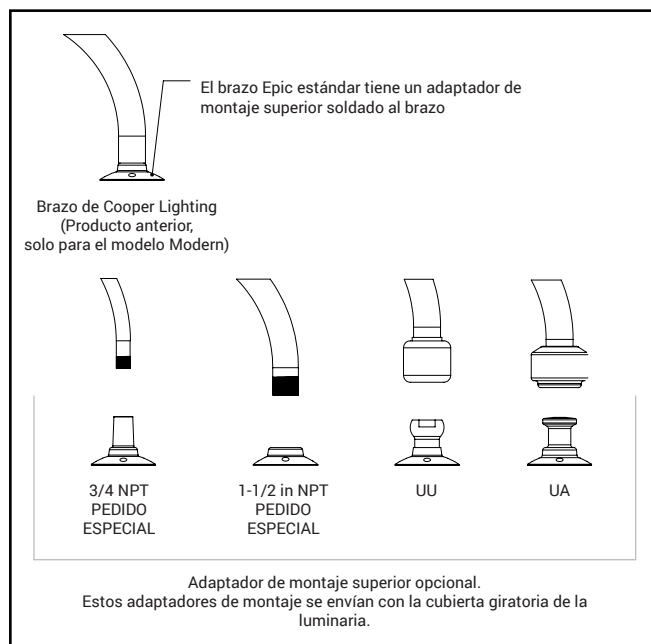

Figura 1.
1. Determine el tipo de brazo de montaje y la configuración de la luminaria que se pidió (Figura 1). El brazo de Cooper Lighting tendrá el adaptador de montaje superior soldado al brazo de montaje de Cooper. Los adaptadores de montaje UU y UA vienen montados en la luminaria de fábrica.